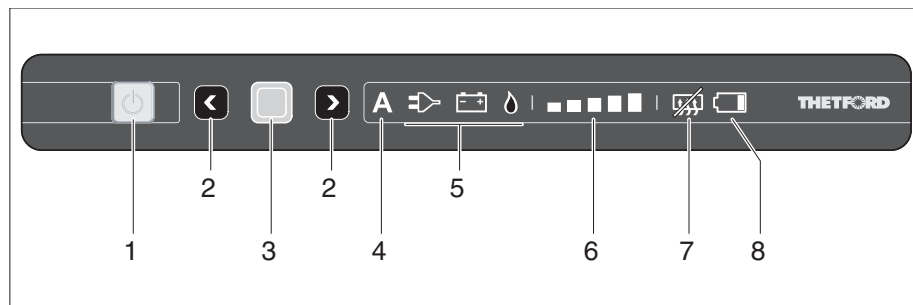

Fig. 323 Elementos de mando e indicación del frigorífico (Thetford sin SES)
- Presionar el pulsador (Fig. 323,1). El pulsador verde se enciende. Presionar de nuevo el pulsador para visualizar la configuración actual.
- Presionar el pulsador (Fig. 323,1) y retenerlo. Todas las luces de control se apagan.
Si se selecciona el funcionamiento automático, en el panel de mando se enciende el visualizador de funcionamiento automático (Fig. 323,4) y la mejor fuente disponible (Fig. 323,5).
- Pulsar la tecla de confirmación (Fig. 323,3) y retenerla. Los símbolos de modos de funcionamiento (Fig. 323,5) comienzan parpadear.
- Con las teclas de selección (Fig. 323,2) seleccionar el funcionamiento a gas y aceptar la selección con la tecla de confirmación (Fig. 323,3).
- Con las teclas de selección (Fig. 323,2) seleccionar el funcionamiento con 230 V y aceptar la selección con la tecla de confirmación (Fig. 323,3).
- Con las teclas de selección (Fig. 323,2) seleccionar el funcionamiento con 12 V y aceptar la selección con la tecla de confirmación (Fig. 323,3).
- Pulsar de nuevo la tecla de confirmación (Fig. 323,3). El visualizador de niveles de refrigeración (Fig. 323,6) comienza a parpadear.
- Con las teclas de selección (Fig. 323,2) seleccionar el nivel de refrigeración deseado y aceptar la selección con la tecla de confirmación (Fig. 323,3).